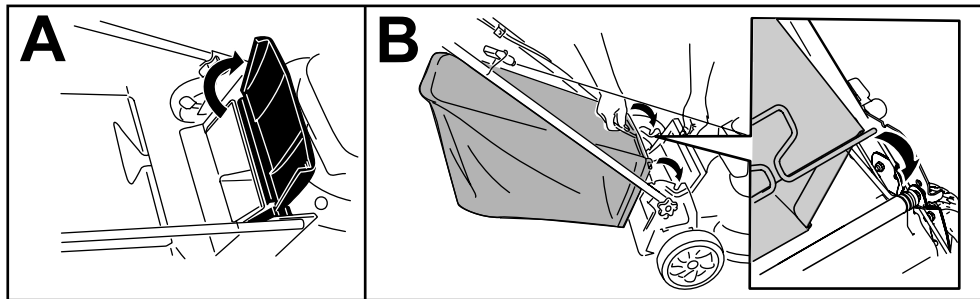

Bild 16
1. Heben Sie das hintere Ablenkblech an und halten Sie es hoch (A in Bild 16).
2. Setzen Sie den Grasfangkorb ein, stellen Sie sicher, dass die Stifte am Fangkorb in den Kerben am Holm sind (B in Bild 16).
**Hinweis:** Nehmen Sie ggf. den Fangkorb von der Maschine ab, bevor Sie das Schnittgut hinten auswerfen, siehe Entfernen des Fangkorbs \(Seite 13\). Der Hebel für den zuschaltbaren Fangkorb sollte in der BAGGING-Stellung sein, wie in Bild 16 abgebildet.